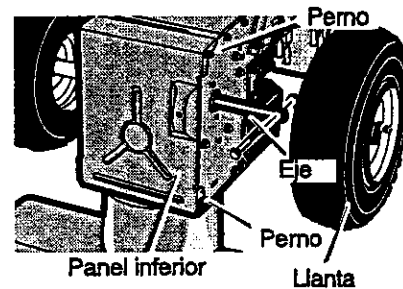

Figura 85
4. Quite los sujetadores que fijan la llanta derecha. Quite la llanta derecha del eje (Figura 85)
19. Instale el panel inferior (Figura 85).